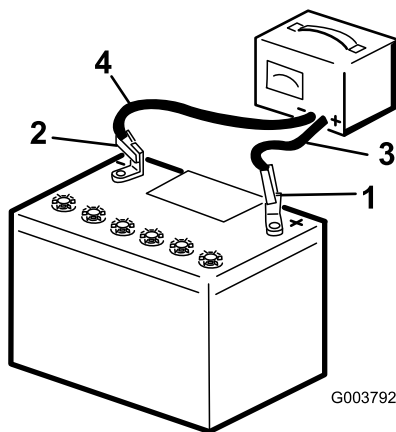

Figura 49
2. Cargue la batería durante 10 a 15 minutos a 25–30 A, o durante 30 minutos a 4–6 A (Figura 49). No sobrecargue la batería.
3. Cuando la batería esté completamente cargada, desconecte el cargador de la toma de electricidad, luego desconecte los cables del cargador de los bornes de la batería (Figura 49).